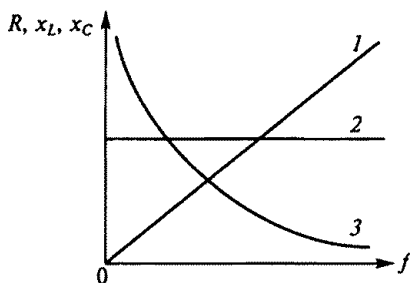

Рис. 89
3.40. Какая из кривых 1...3 на рис. 89, определяющих зависимость значений сопротивлений R , x_L и x_C от частоты f , принадлежит индуктивному сопротивлению x_L ?
3.41. Какая из кривых 1...3 на рис. 89, определяющих зависимость значений сопротивлений R , x_L и x_C от частоты f , принадлежит емкостному сопротивлению x_C ?